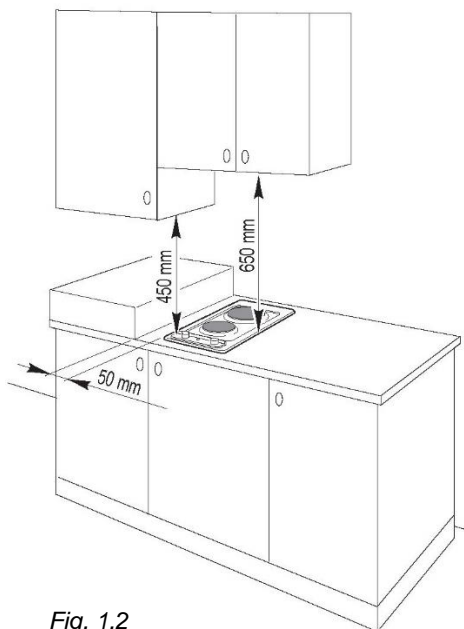

Fig. 1.2
- il piano cottura deve essere tenuto a non meno di 50 mm da qualsiasi parete laterale (fig. 1.2);
- Tra il piano di cottura e l'eventuale pensile o cappa posizionata immediatamente sopra deve esserci una distanza di almeno 650 mm (vedi fig. 1.2);